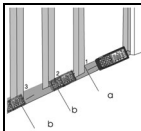

Fig. 13: Medição da distância com quotas
6. Deslocar lentamente o instrumento ao longo da linha radial observando o valor medido (ver Fig. 13). O instrumento mostra as setas  ou  para indicar o sentido para onde mover o instrumento e começa a emitir um toque a uma distância de 0.1m dos patamares (a) e (b) predefinidos emitindo um toque contínuo ao atingir o patamar. A medição tem uma duração aproximada de 1 minuto e pode ser terminada com o botão  ou .